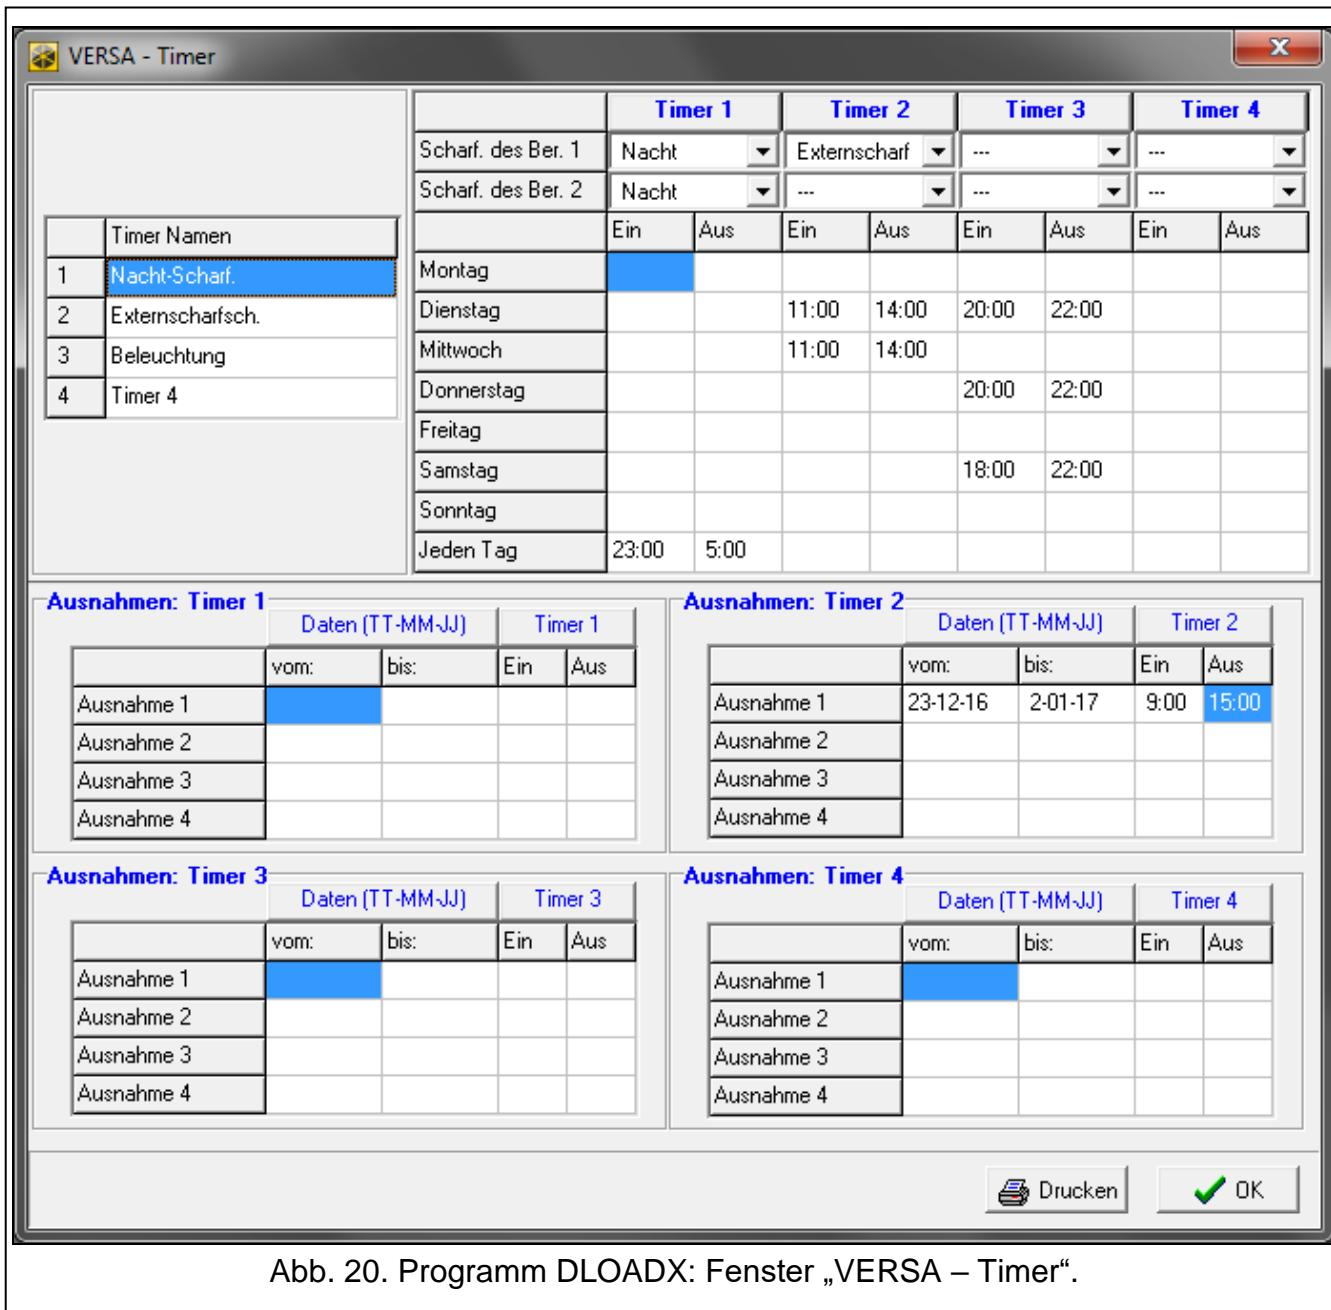

Abb. 20. Programm DLOADX: Fenster „VERSA – Timer“.
- Programm DLOADX: Fenster „VERSA – Timer“ (Abb. 20).